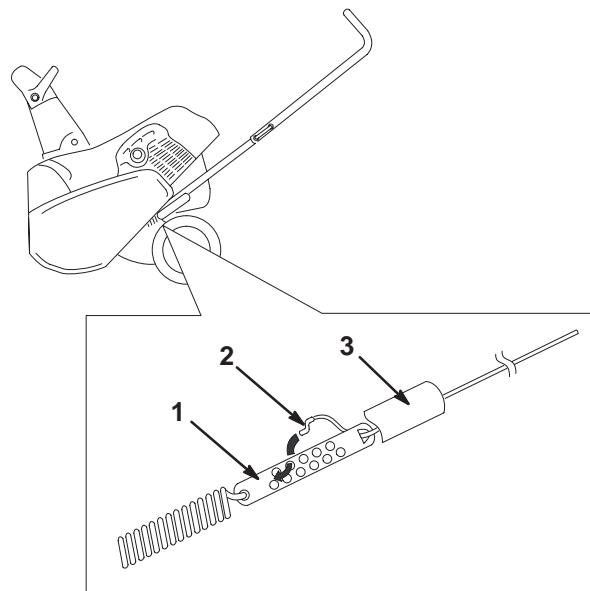

Figure 18
2. Remontez la protection du ressort sur le câble pour exposer le dispositif de réglage (Fig. 18).